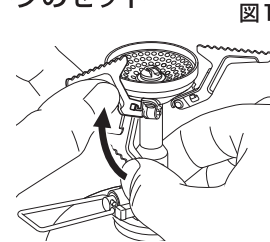

図1
- 図1→図2のように収納状態のゴトクを持ち上げ、フックの左側から右方向にずらしフックに掛けます。